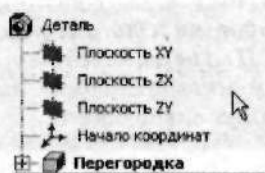

Рис. 2.124. В Дереве построений введите наименование операции Перегородка
5. В **Дереве построений** щелкните по пункту **Операция выдавливания** и введите новое имя операции **Перегородка** (рис. 2.124).